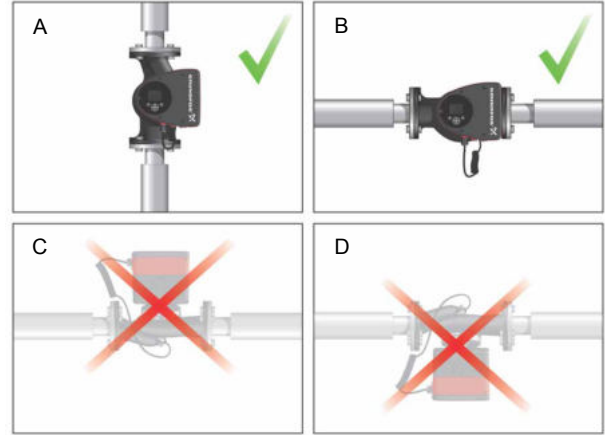

Fig. 7 Bomba instalada con el eje del motor en posición horizontal
- Bomba instalada correctamente en una tubería vertical. Véase la fig. 7, pos. A.
- Bomba instalada correctamente en una tubería horizontal. Véase la fig. 7, pos. B.
- No instale la bomba con el eje del motor en posición vertical. Véase la fig. 7. pos. C y D.